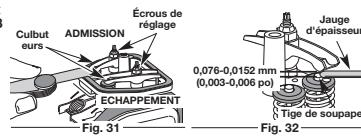

Fig. 31
7. Glissez la jauge d'épaisseur entre le culbuteur et le ressort de rappel de la soupape. Mesurez le jeu entre la tige de soupape et le culbuteur (Fig. 31). Faites-le pour les soupapes d'admission et d'échappement.
- a. Tournez l'écrou de réglage à l'aide d'une clé de 8 mm (5/16 po) ou d'un tournevis à embout hexagonal (Fig. 31).